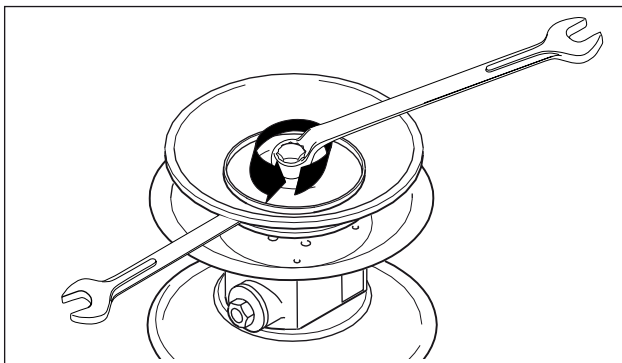

Abb. 10: Membranteller lösen. (Entfällt bei DEPA E⁴® Verbundmembran.)
- Äußeren Membranteller lösen und mit der Membran abnehmen (Abb.10).